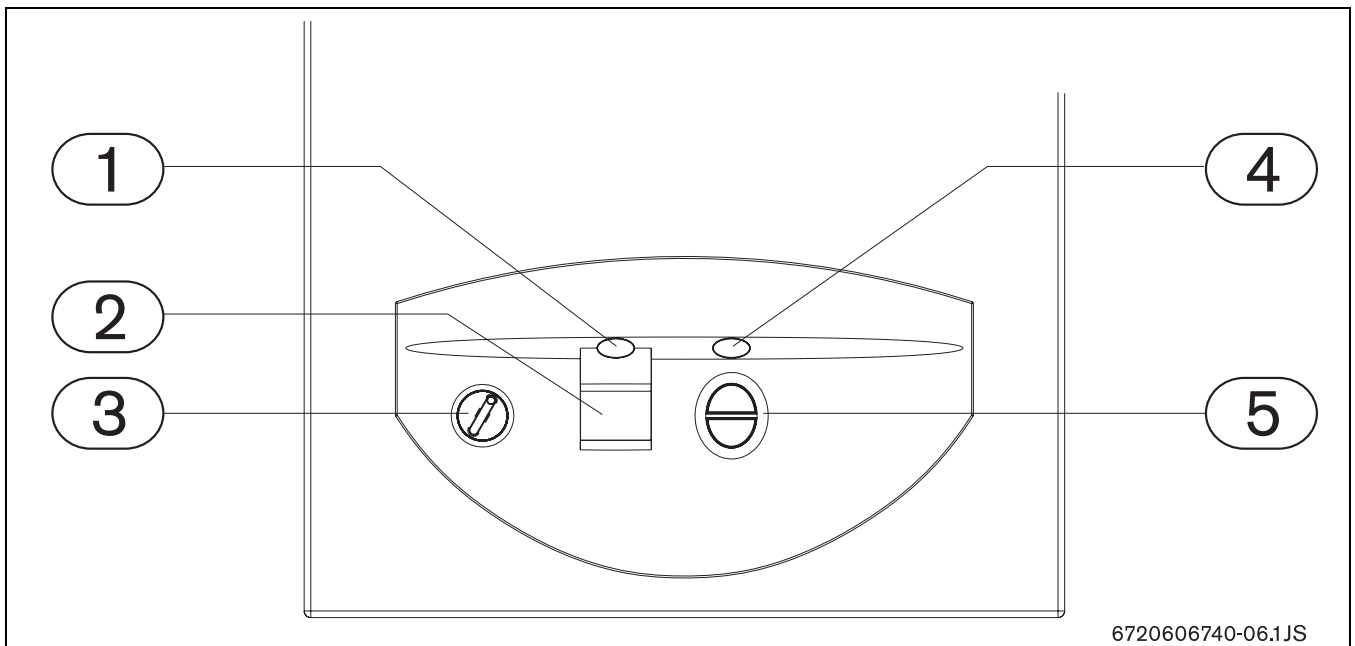
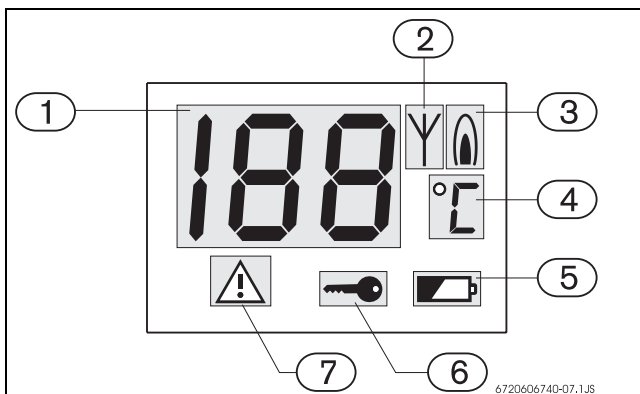

Fig. 8
Fig. 9 Display de LCD
Este aparato dispone de un sistema de diagnóstico de averías. La indicación de detección de estas anomalías se efectúa a través de la indicación luminosa (luz roja) de la tecla de rearme ($\rightarrow$ Fig. 8, pos. 1), a través de un código del display de LCD ($\rightarrow$ Fig. 8, pos. 2) y a través de un símbolo de error ($\rightarrow$ Fig. 9, pos. 7) del mismo display. El aparato sólo vuelve a funcionar después de haber sido eliminada la causa de la avería y de haberse pulsado la tecla de rearme.